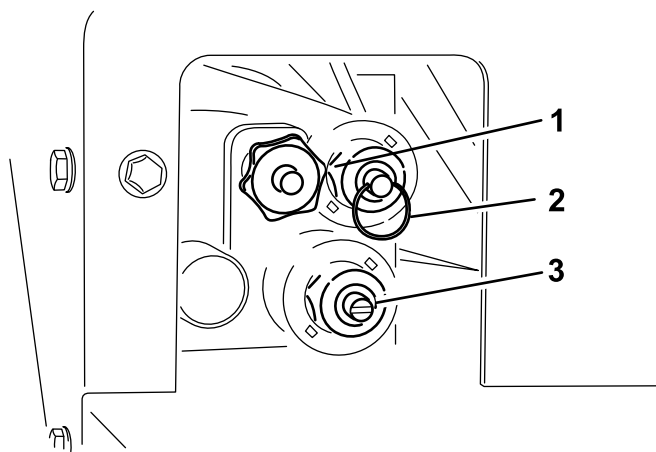

Figure 26
L'accès à la commande manuelle se trouve du côté conducteur du système hydraulique (**Figure 26**).
- Pour régler la vitesse de la bande transporteuse (**Figure 26**), tournez le bouton dans le sens horaire. La vitesse maximale de la bande transporteuse est utilisée dans le système à code couleur ; ce réglage peut ainsi être fait sans débit hydraulique. Cela est particulièrement pertinent lorsque la trémie est pleine de sable.
- Pour élever la trémie (**Figure 26**), poussez l'anneau de la vanne.
- Pour abaisser la trémie (**Figure 26**), tirez sur l'anneau de la vanne.
- Pour régler la vitesse des distributeurs (**Figure 26**), utilisez un tournevis à lame plate pour tourner la commande dans le sens horaire pour augmenter la vitesse ou dans le sens antihoraire pour réduire la vitesse.